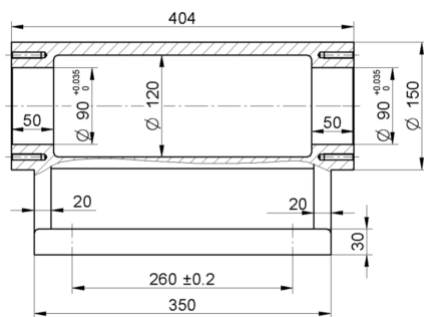

图 8.13.69 标注主视图直径尺寸 90
(1) 单击 **主页** 选项卡 **尺寸** 区域中的  命令，单击“尺寸类型”按钮 ，在弹出的下拉菜单中选择 **h7** 类选项。
(2) 在 **孔 (H)** 的下拉列表中选择 **H7** 选项，然后在适合类型下拉列表中选择 **适合，仅公差** 选项，标注结果如图 8.13.69 所示。